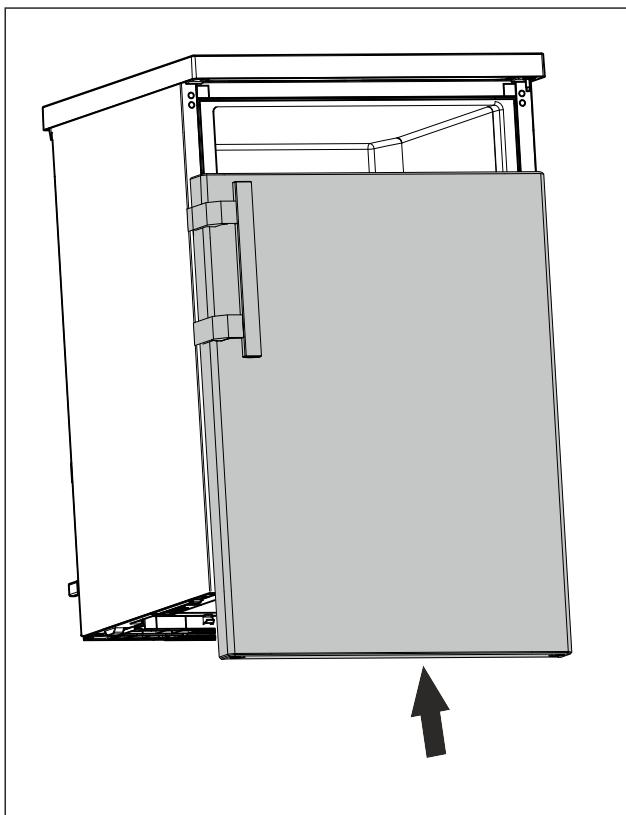

Fig. 19
- Uzbūdiet durvis aizvērtā stāvoklī uz augšējās tapas. (skat. Fig. 19)